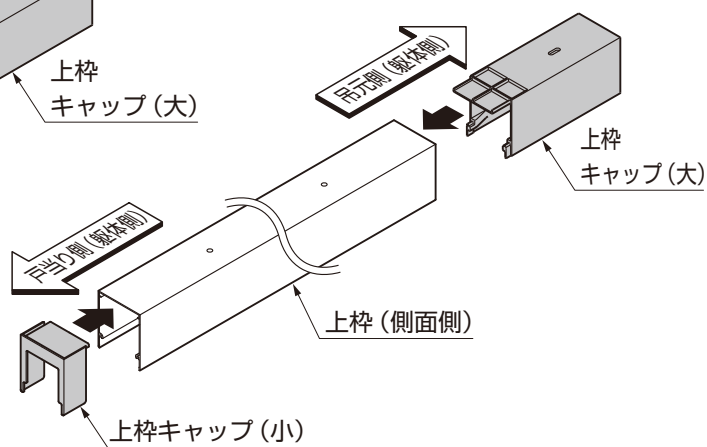

図6-16 側面側
② 側面側の上枠の両端に上枠キャップ (大) と上枠キャップ (小) をそれぞれはめ込んでください。(図6-16参照)